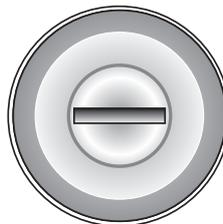

Abb. 2 Ausrichtung Schlüsselschalter
- Schlüsselschalter wie in Abb. 2 gezeigt im Gehäuseblech ausrichten.